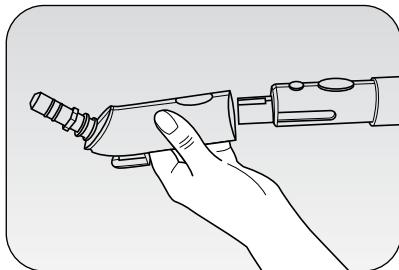

Fig. 7
Cet accessoire, qui doit être appliqué sur l'adaptateur (13) (Fig. 7), s'utilise sur les tubes rallonge (9) et est muni de pinces pour fixer la serpillière (7) fournie en dotation, ou tout autre type de chiffon lavable en machine.